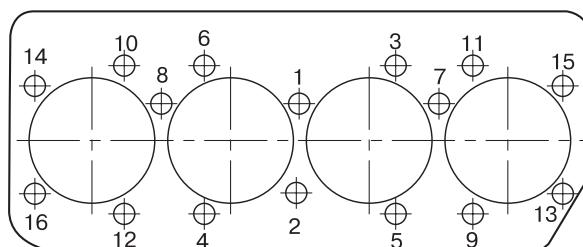

Рис.36
- в) динамометрическим ключом проверьте затяжку всех болтов крепления головки цилиндров в последовательности, указанной на рис. 36. Момент затяжки должен быть 19-21 кгс·м (190-210 Н·м);